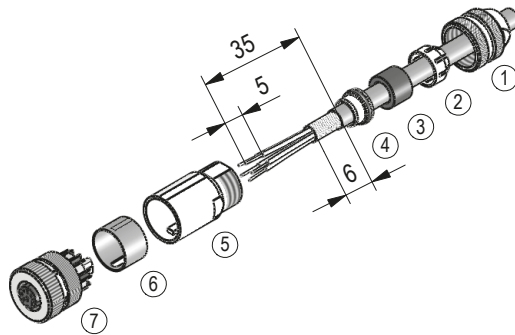

Abb. 12: Gegenstecker M12 A+D-kodiert gerade
- ▶ Litzenschnitt Leitungen $\leq 0.75 \text{ mm}^2$ / Kabeldurchlass: $\varnothing 6 \dots \varnothing 8 \text{ mm}$ (Ethernet Port 1 (IN) + Port 2 (OUT)).
- Zubehör SIKO Art.Nr. "87601" M12 D-kodiert (Stift 4 pol. Ethernet Port 1 (IN) + Port 2 (OUT)) (Abb. 12).
- Zubehör SIKO Art.Nr. "83525" M12 A-kodiert (Buchse 8 pol. Schnittstelle Digitale Ein-/Ausgänge) (**Abb. 12**).
Montage (**Abb. 12**)